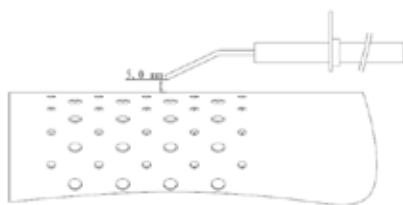

Bild 1
- Kontrollera läget på startelektroden (bild 1)